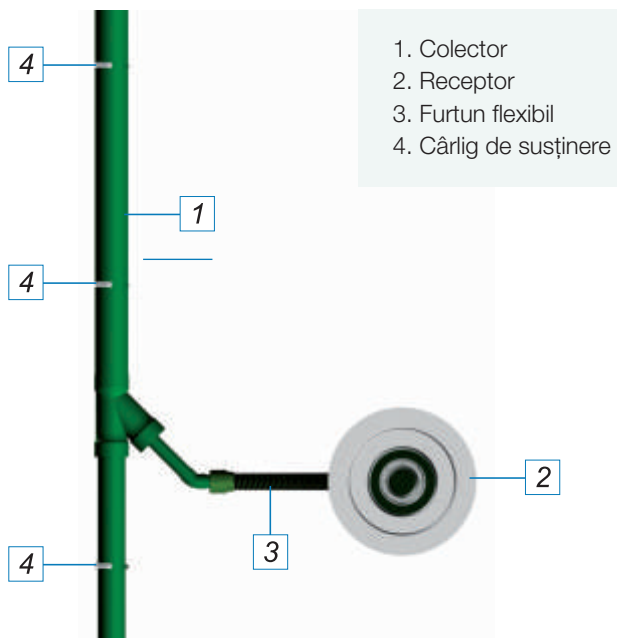

Figura 6.5 Vedere de sus a metodei 1
- Metoda de racord 1 se recomandă ca prima opțiune (vezi figura 6.5 , 6.6 pagina 37). Poziția colectorului se află , în plan orizontal , la o distanță de aprox. 1,00m față de linia pe care sunt amplasați receptorii. Aceasta se poate micșora dacă se utilizează metoda 4
Receptorii sunt conectați la colector printr-o ramificație la 45°. Ramificația are același diametru ca și conducta și respectă direcția de curgere. Ramificația are același diametru la toate trei capetele. Dacă este vreo schimbare de secțiune se utilizează reducții excentrice. Aceste reducții se folosesc atât pentru conexiunea conductelor de la receptori, cât și pentru conexiunea tronsoanelor din aval de ramificație în direcția de curgere. (vezi figura 6.5 și 6.6). Apa va curge întotdeauna în colector dintr-o parte. Receptorul și furtunul flexibil cu care începe un colector se racordează întotdeauna prin coturi la 45°.